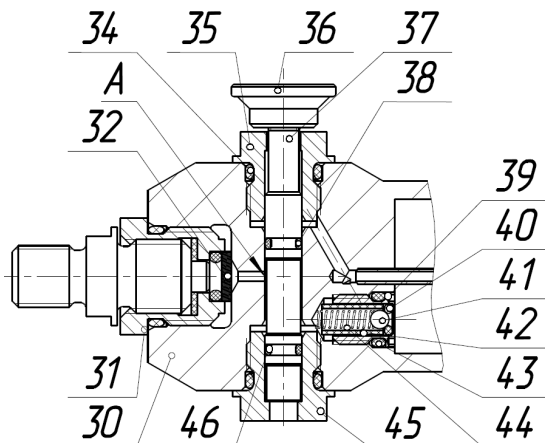

Рисунок 4 – Узел переключения режима работы насоса и обратный клапан насоса Н-2,5У(УС, УП, УПС)
3.1.8 Замена уплотнительных колец (поз. 38, 46, рис. 4) узла переключения режима работы насоса
3.1.9 Замена уплотнительного кольца (поз. 40, рис. 4) обратного клапана
- выкрутить корпус клапана (поз. 39, рис. 4);
- После замены уплотнительного кольца обратного клапана насоса для соответствия насоса его техническим характеристикам необходимо обеспечить совпадение внутренней торцевой плоскости корпуса насоса (поз. 30, рис. 4) и плоскости корпуса клапана (поз. 39, рис. 4). Корпус клапана не должен «западать» или «выступать» относительно внутренней торцевой поверхности корпуса насоса.